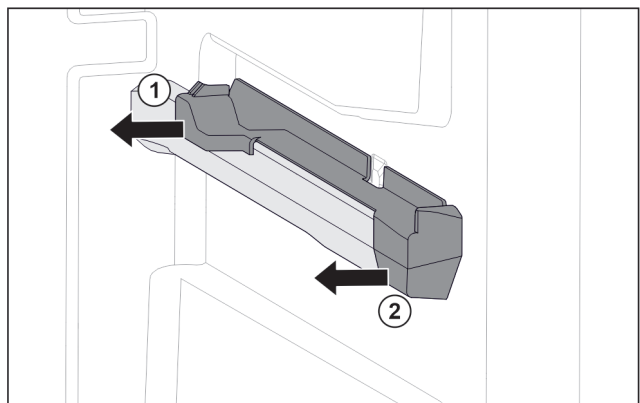

Fig. 77 Insteekeslement op rechter containerrib
- ▶ Insteekeslement achter naar de zijkant toe eraf trekken. Fig. 77 (1)
- ▶ Insteekeslement voor naar de zijkant toe eraf trekken. Fig. 77 (2)